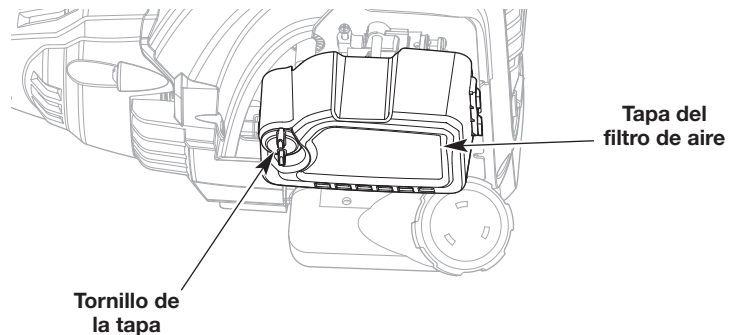

Fig. 16
1. Abra la tapa del filtro de aire para lo cual debe aflojar el tornillo de la tapa (Fig. 16).